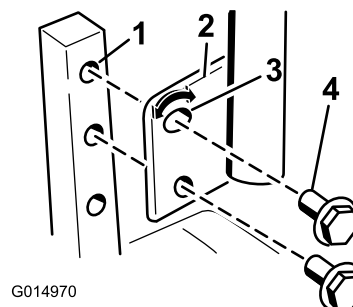

Figura 23
1. Remova 2 parafusos que prendem a alavanca de controlo ao veio do braço de controlo (Figura 23).
2. Mova a alavanca de controlo para o conjunto de furos seguinte. Prenda a alavanca com os 2 parafusos (Figura 23).
2. Desaperte o parafuso inferior o suficiente para rodar a alavanca de controlo para a frente ou para trás (Figura 23). Aperte ambos os parafusos para fixar o controlo na nova posição.